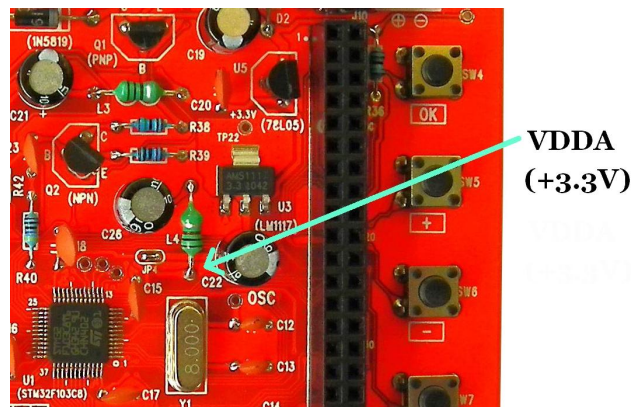

Fig. 2
- 5) 测量单片机 U1 的 VDDA 电压（见图 2），看其是否为 3.3V，如果不是检查电感 L4 是否开路，VDDA 不正常也好造成 U1 不工作。
- 1) 测量 VDDA 看其是否为 3.3V（见图 2），该电压是单片机 U1 模拟部分的电源电压，也就是 ADC 的参考电压，如果该电压没有则检查一下 L4 是否开路或假焊。